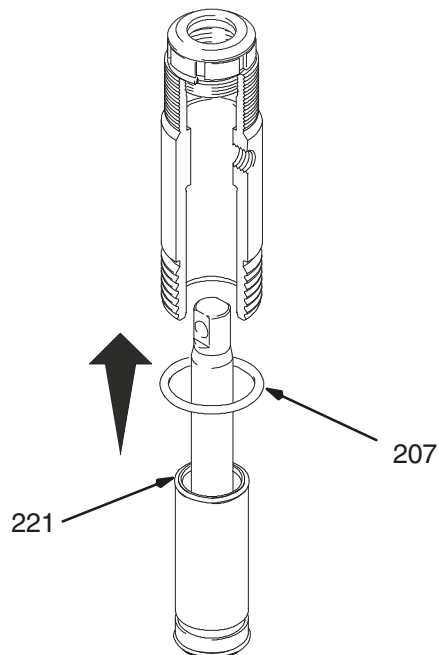

Fig. 17
Fig. 17. Vet de O-ring (221) in en zet die op de mof. Schuif het geheel van mof en zuigerstang in de onderkant van de cilinder. Vervang desgewenst de O-ring (207).